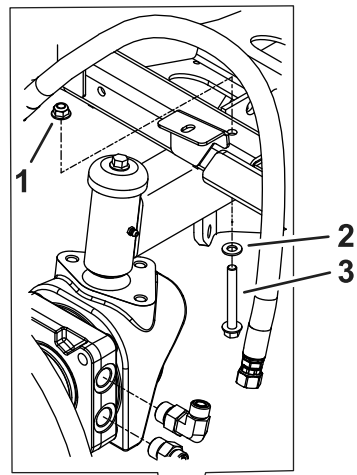

图 13
10. 拆下散热器下方固定减震器支架的现有螺母和螺栓图 13。